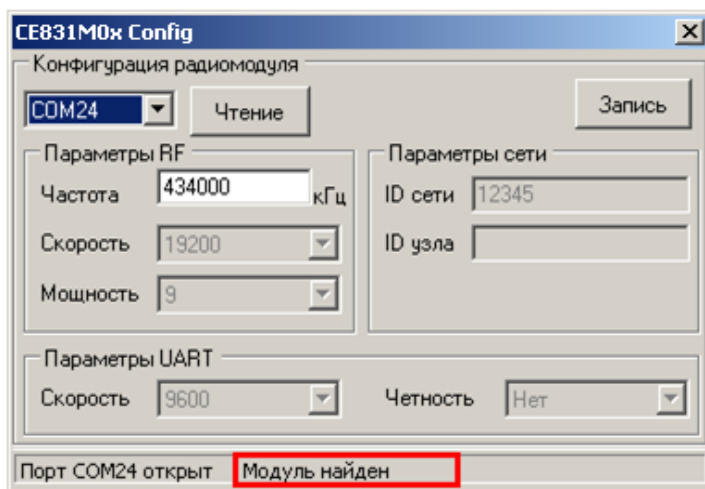

Рисунок 38 – Строка статуса после установления связи с радиомодулем
**Примечание** – Радиомодули CE831M03.03 и CE831M04.03 конфигурируются в составе собранного счетчика посредством встроенного технологического интерфейса EIA-485, имеющего выводы на контакты 9 (A), 10 (B) счетчика и подключаемого через адаптер EIA-485/EIA-232 к COM-порту ЭВМ и технологического ПО CE831M0x Frequency Cahanger.
5.2.3.4.14 Подать питание на счетчик, при этом в строке статуса должна появиться надпись «Модуль найден» (рисунок 38). В случае если модуль не найден, проверить правильность подключения модуля к ПК, отключить питание счетчика и повторно подать.
5.2.3.4.15 После того, как связь с радиомодулем счетчика установлена, частоту радиоканала радиомодуля можно изменить (если требуется). Для этого необходимо ввести новое значение частоты в соответствующее поле ввода (см. рисунок 38).